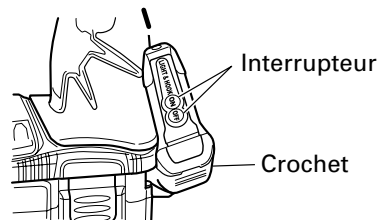

Fig. 9
- Appuyer sur l'interrupteur pour allumer la lampe. Si on l'oublie, la lampe s'éteint automatiquement 15 minutes plus tard. (Fig. 9)